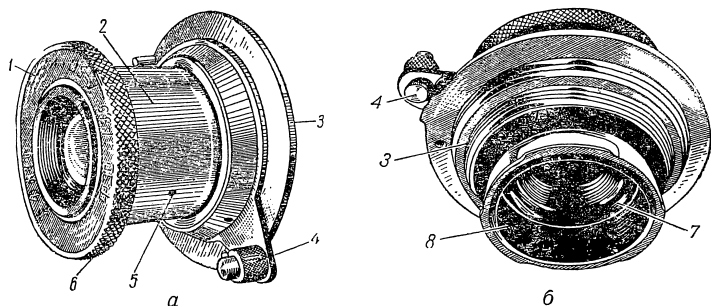

Рис. 109. Объектив «Индустар-10»:
Объектив «Индустар-10». «Индустар-10» (рис. 109, а, б) представляет собой четырехлинзовый полусклеенный астигмат. До 1952 г. выпускался непросветленный объек-
Оправа состоит из наружного кольца 1 (рис. 109, а, б), тубуса 2, червяка (ходовой резьбы) 3, рукоятки с кнопкой замка 4, стопорных винтов 5 и 6, светозащитного кольца 8.
Система линз в оправе (рис. 111) состоит из передней линзы, фланца крепления передней линзы, оправы со второй линзой, наружного поводка диафрагмы 10, двух винтов 9, коронки диафрагмы, лепестков диафрагмы, оправы с линзами 11, крепежной гайки 7 (рис. 109, б).
ней линзы, фланца крепления передней линзы, оправы со второй линзой, наружного поводка диафрагмы 10, двух винтов 9, коронки диафрагмы, лепестков диафрагмы, оправы с линзами 11, крепежной гайки 7 (рис. 109, б).
Причина этой неисправности заключается в конденсации влаги при длительном нагревании объектива в увеличителе и резком изменении окружающей температуры, например, после съемки на холоде. Чтобы ее устранить, нужно вынуть светозащитное кольцо 8 (рис. 109, б) и отвинтить оправу с линзами 11 (рис. 111). Сетка смывается, как при обычной чистке объектива, после чего оправу 11 завинчивают на место.
2. Неисправности оправы объектива. При неправильном ввинчивании объектива в камеру бывают случаи, когда рычаг, на котором укреплен кулачок дальномера, деформируется и кулачок попадает не на торец оправы объектива, а на ходовую резьбу 3 (рис. 109, б). Ходовая резьба портится, и объектив невозможно установить по шкале расстояний на 1 м: он доходит только до 2—1,5 м. Обнаружив повреждение, нужно слегка отогнуть рычаг 64 (рис. 89) и установить кулачок 63 на место, затем исправить резьбу. Многозаходную резьбу исправляют трехгранным или ромбообразным надфилем.
Устройство объектива «Индустар-22» аналогично устройству объектива «Индустар-10» за исключением некоторого изменения в порядке разборки и в форме диафрагменного поводка. Чтобы вынуть блок линз из оправы, не нужно разбирать оправу и отвинчивать наружное кольцо, для этого достаточно отвинтить крепежную гайку 7 (рис. 109, б) и винт 5 (рис. 109, а).